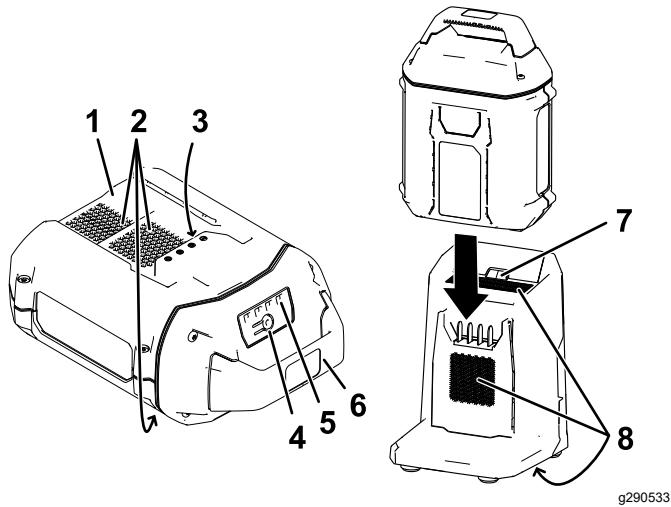

Bild 16
2. Fluchten Sie das Loch im Akkupack (Bild 16) mit der Zunge am Ladegerät aus.
3. Schieben Sie den Akkupack in das Ladegerät, bis es einrastet (Bild 16).